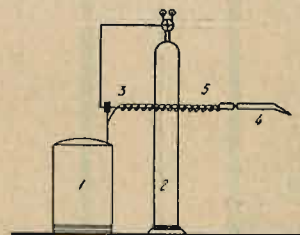

Fig. 7. Spawanie parą benzolową.
- 6) spawanie parą benzyny i benzolu (fig. 7) (temperatura płomienia 2700°).